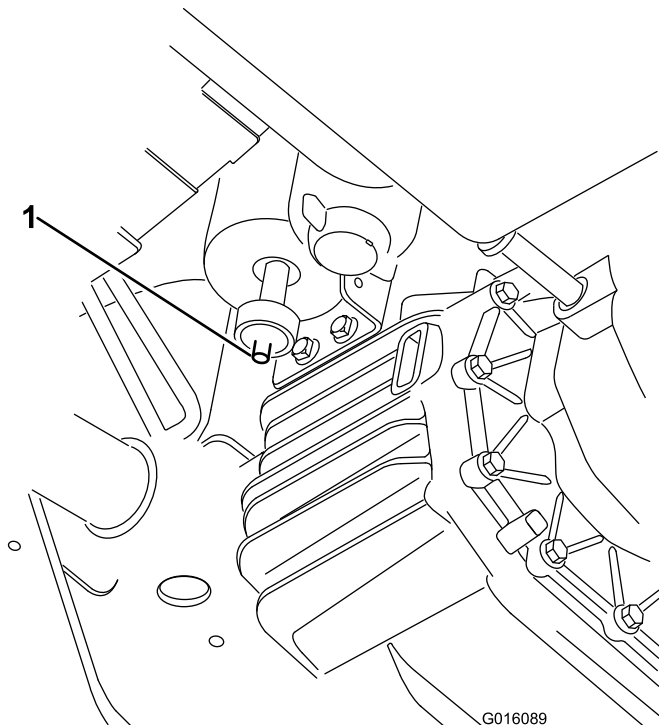

Bild 43
1. Ermitteln Sie den Luftfilter an der Unterseite des Aktivkohlefilters (Bild 43).